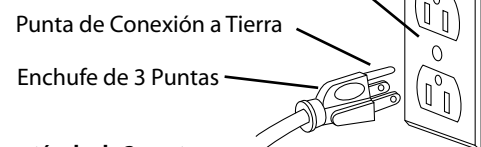

Figura 2 – Receptáculo de 3 puntas.
- Esta amoladora está equipada con un cordón de 3 conductores con capacidad para 300V y un enchufe de conexión a tierra de 3 clavijas (ver Figura 2) para protegerle contra los peligros de choque.
- El enchufe de conexión a tierra se debe enchufar directamente en un receptáculo de 3 clavijas debidamente instalado y conectado a tierra. (Figura 2).